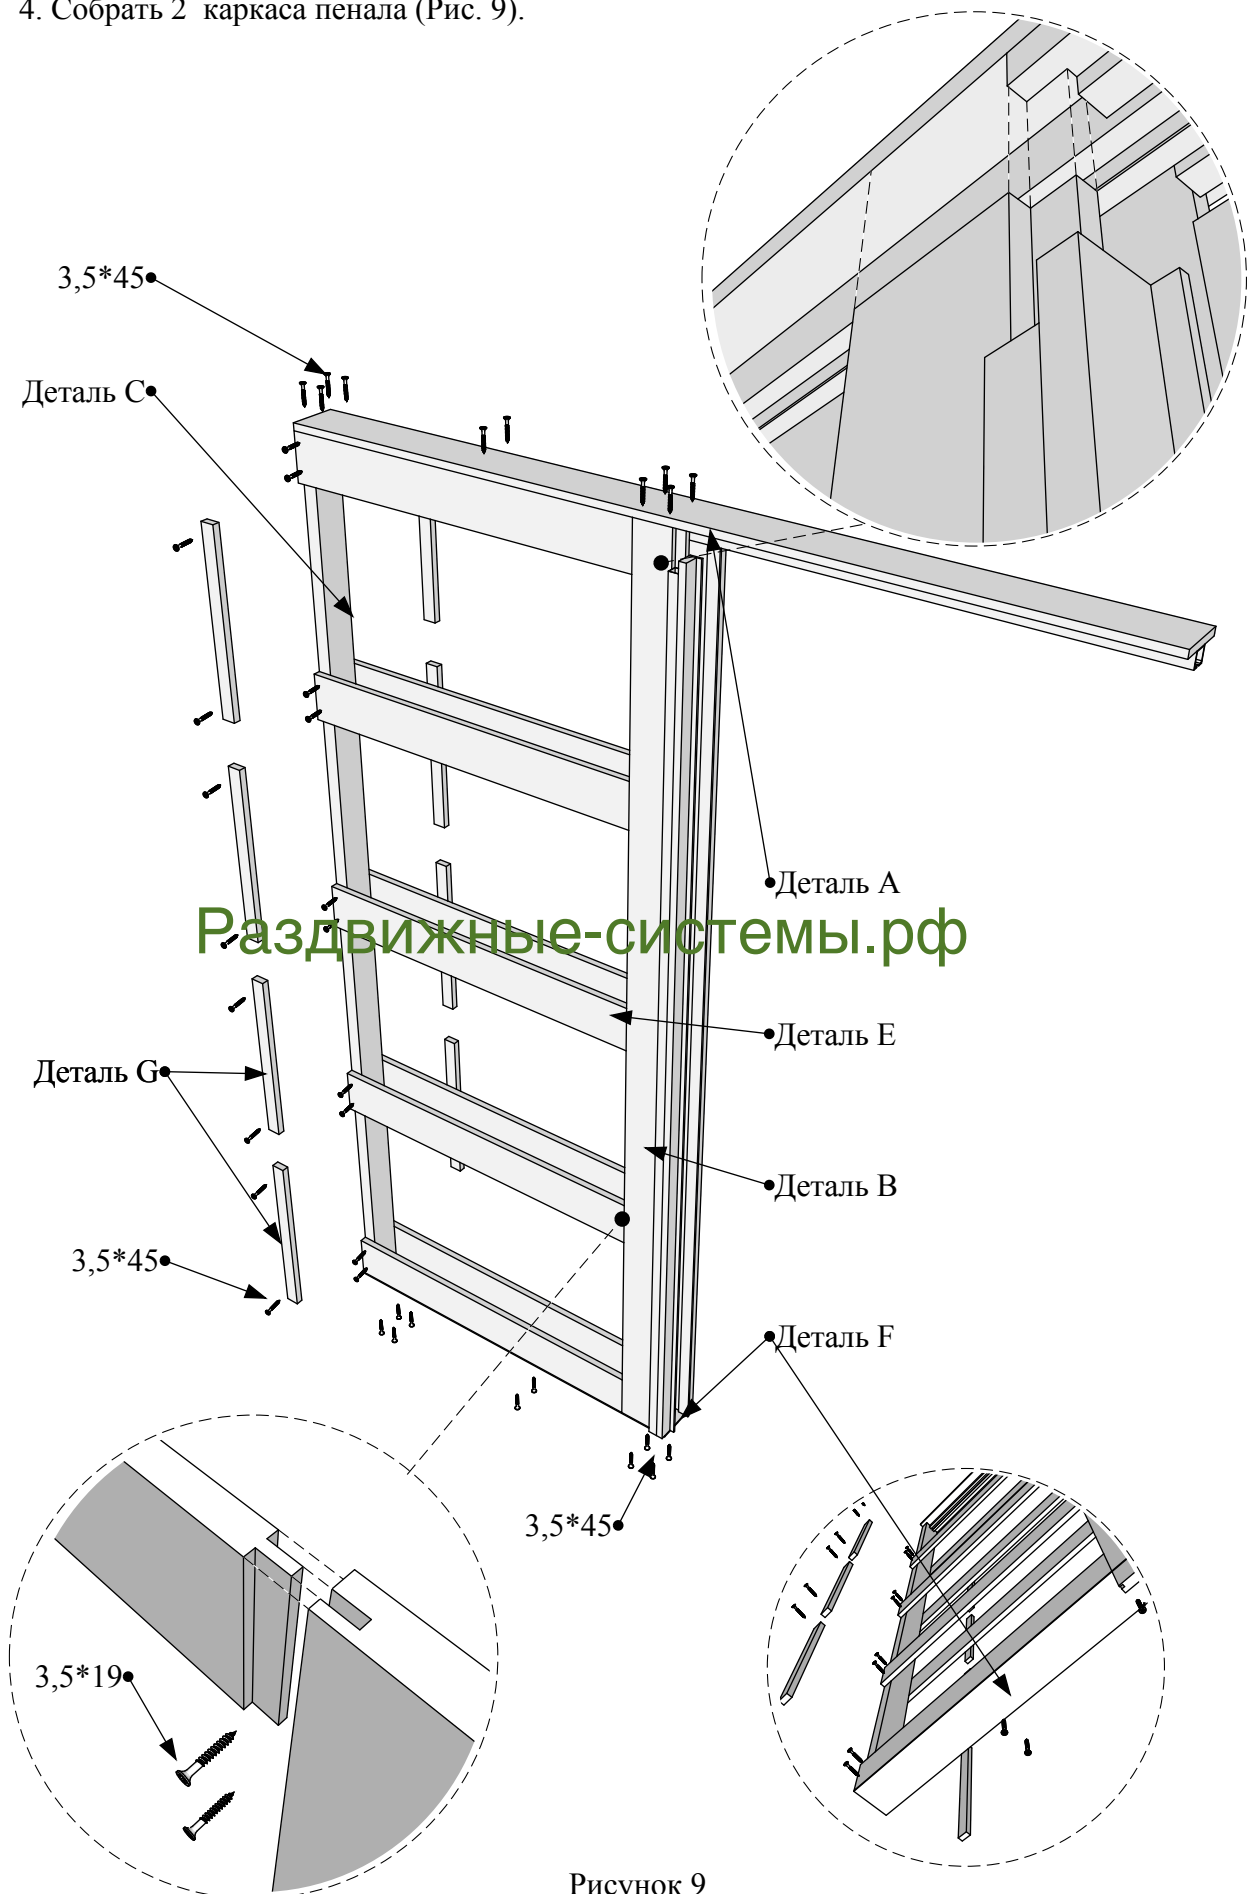

Рисунок 9
4. Собрать 2 каркаса пенала (Рис. 9).